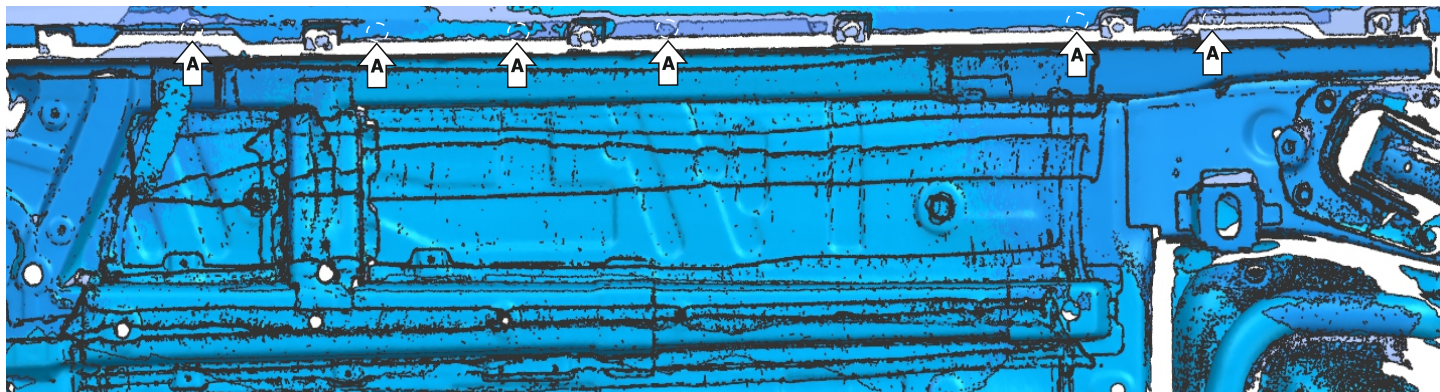

Рис. 1
1. Снять штатный порог. Извлечь заглушки из днища в указанных точках «А» как показано на Рис. 1